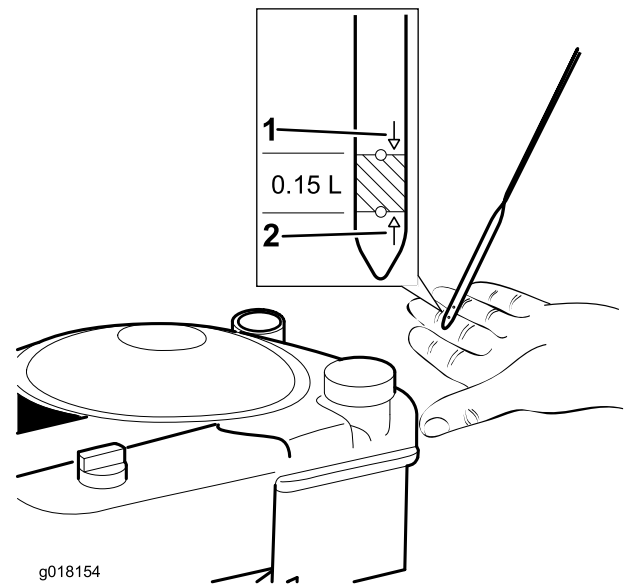

Рисунок 10
3. Если уровень масла низкий, **медленно** заливайте масло в маслозаливной патрубок, подождите 3 минуты и проверьте уровень масла с помощью масломерного щупа. Для этого вытрите щуп дочиستا и вставьте его в маслозаливной патрубок (Рисунок 10).
4. Заливайте масло в картер двигателя до тех пор, пока масломерный щуп не покажет, что достигнут нужный уровень масла в двигателе, как показано на Рисунок 10. В случае перелива слейте избыточное количество масла из двигателя, как описано в Замена масла в двигателе \(страница 15\).